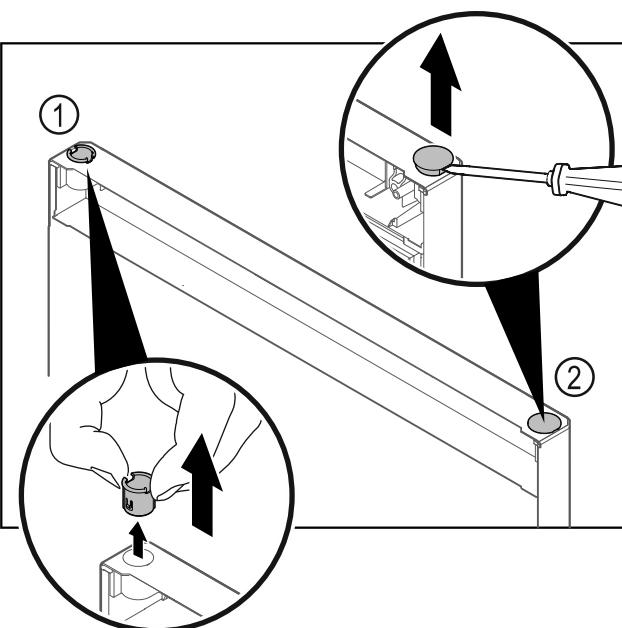

Fig. 22
► Vytiahnite puzdro závesu Fig. 22 (1) prstami.
► Plochým skrutkovačom opatrne nadvihnite kryciu zátku Fig. 22 (2) a vytiahnite ju.